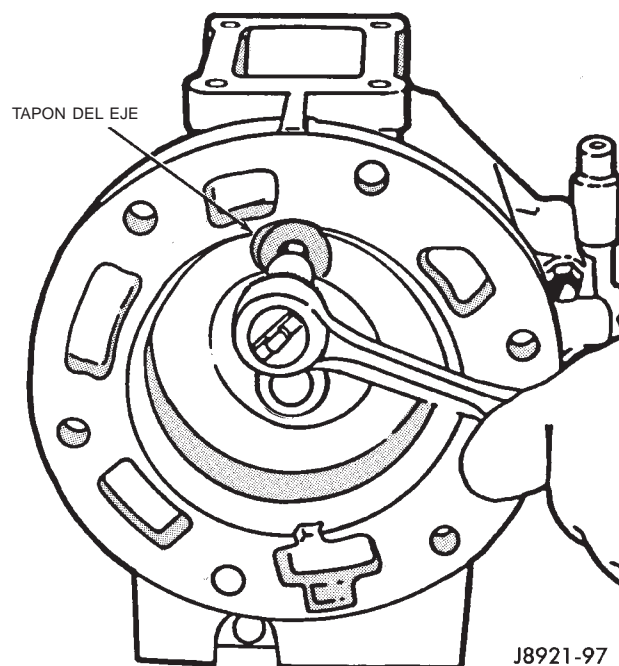

Fig. 45 Instalación de tapón de eje de brazo del cambiador
(14) Instale y apriete el tapón del eje del brazo del cambiador con una torsión de 18 N·m (13 lbs. pie) (Fig. 45).